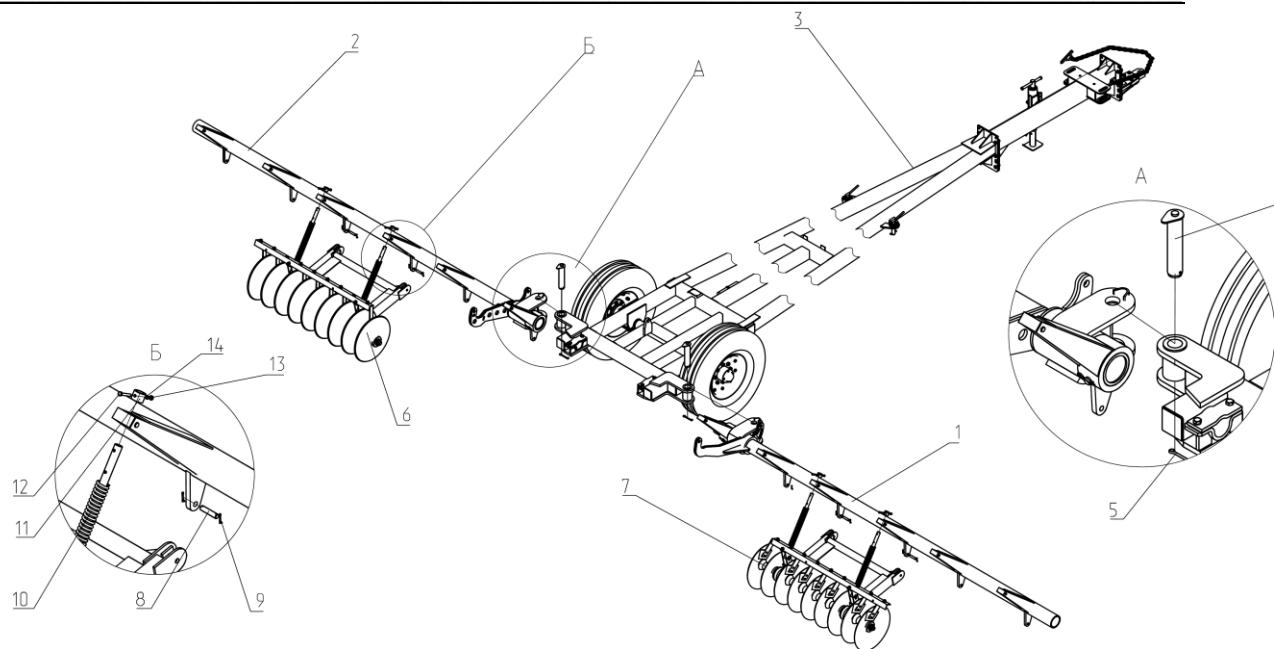

Рис.20 Схема сборки лущильника.
5.5.8. Брус в сборе с колесной парой левой Рис. 20А поз. 2 проушина одеваем на втулку счицы поз. 3 и фиксируем осью поз. 4 и шплинтом
5.5.9. Секция в сборе поз. 6Рис. 20Б одеваем проушинами на кронштейны бруса и фиксируем осями поз. 8 и шплинтами поз. 9;